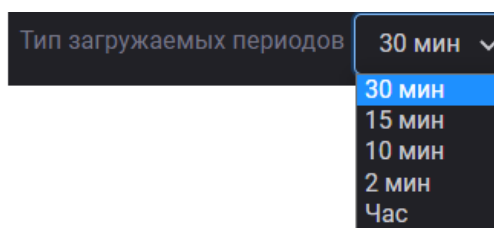

Рис. 249 – Выбор типа загружаемых периодов
1. **Выбрать тип загружаемых периодов** в раскрывающемся списке одноимённого поля (Рис. 249).